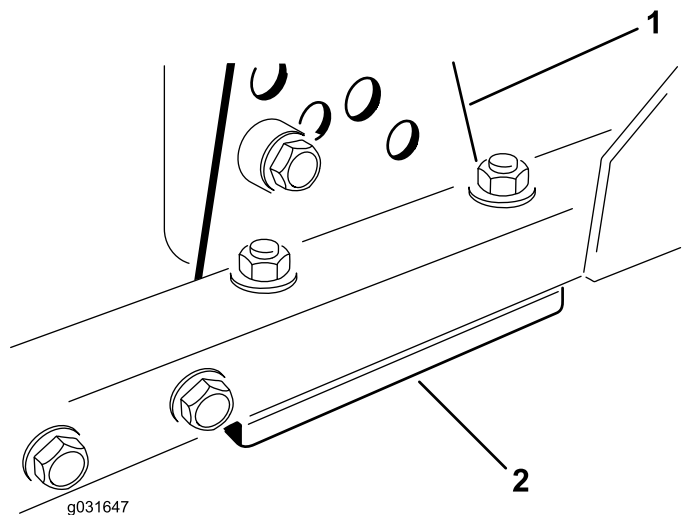

図 68
1. 刈り高ブラケット前、左、右のうち1つをデッキのフレームから外す 図 68。
2. デッキフレームとブラケットとの間に厚さ 1.5 mm または 0.7 mm のシム、場合によってはこれらの両方を挿入して、希望する刈高を達成する 図 68。
3. 余ったシムを刈り高ブラケットの下に入れ、刈り高ブラケットをデッキのフレームに取り付ける 図 68。